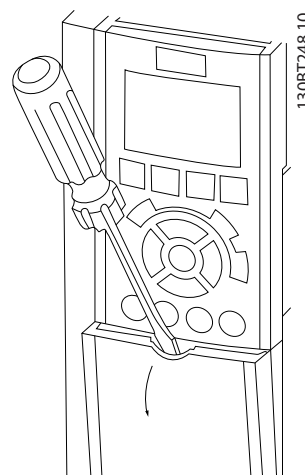

Bild 4.19 Åtkomst till styrkablar för A2-, A3-, B3-, B4-, C3- och C4-kapslingar
- Ta bort skyddsplåten med hjälp av en skruvmejsel. Se Bild 4.19.